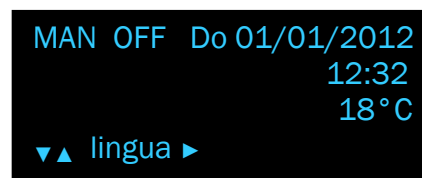

FIG. 4-6
- scorrere il menù con il tasto  fino a trovare la sezione "lingua" (fig. 4-6);